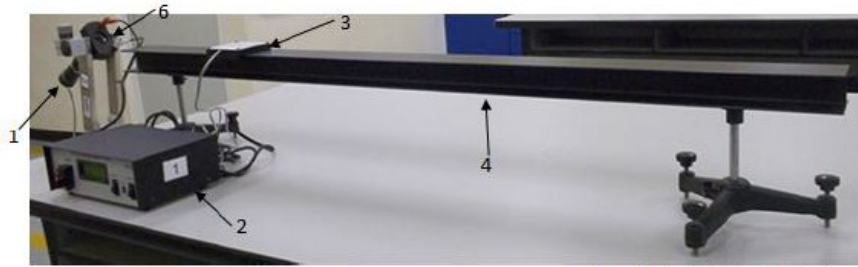

Figura 2. Instalación del Equipo.
1. Instale el equipo como se muestra en la figura 2 y nivele el Sistema de Tiro Parabólico.